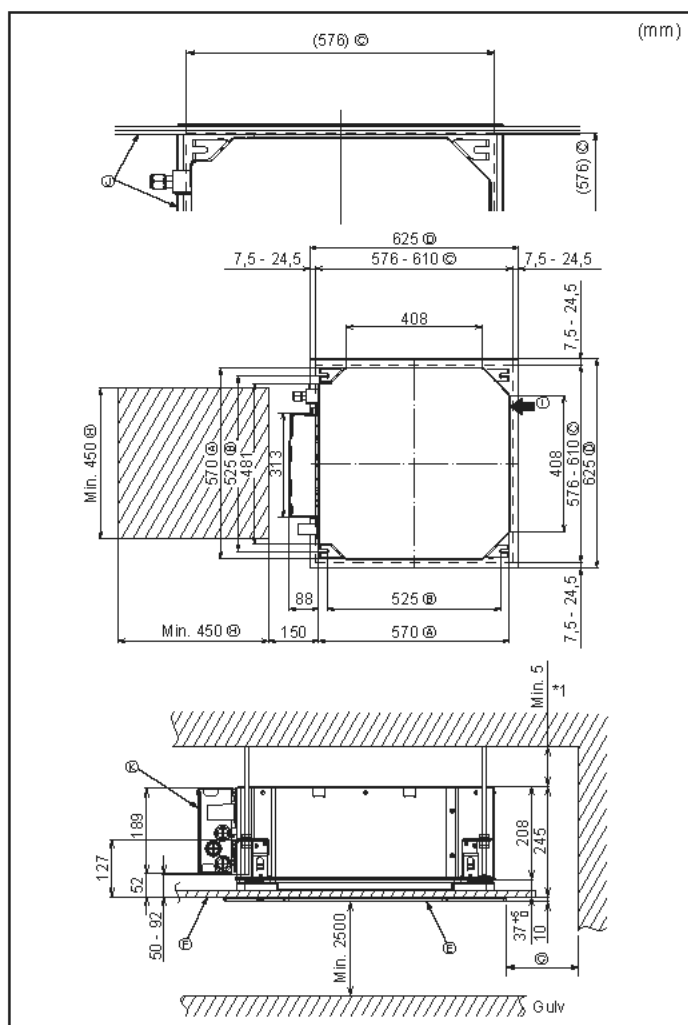

Fig. 4-2
②	Skiver (med isolasjon)	4
③	Skiver (uten isolasjon)	4
④	Rørdeksel (for kjølemedierør-kobling)
⑤	liten diameter (væske)	1
⑥	stor diameter (gass)	1
⑦	Bånd (stor)	6
⑧	Bånd (middels)	2
⑨	Bånd (lite)	2
⑩	Dreneringsmuffe	1
⑪	Isolasjon	1
4.2. Takåpninger og installasjonssteder for opphengsbolt (Fig. 4-2)